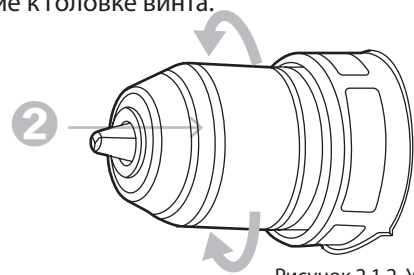

Рисунок 2.1.2. Установка оснастки
❶ Поверните втулку патрона «2» (рисунок 2.1.2) против часовой стрелки для открытия зажимных кулачков настолько, чтобы можно было вставить оснастку. Вставьте оснастку в патрон как можно глубже. Поверните втулку патрона «2» (рисунок 2.1.2) по часовой стрелке для затяжки патрона.
❷ Для снятия биты, поверните втулку «2» (рисунок 2.1.2) против часовой стрелки. При использовании бит-насадок всегда применяйте универсальный держатель. Используйте только бит-насадки, подходящие к головке винта.